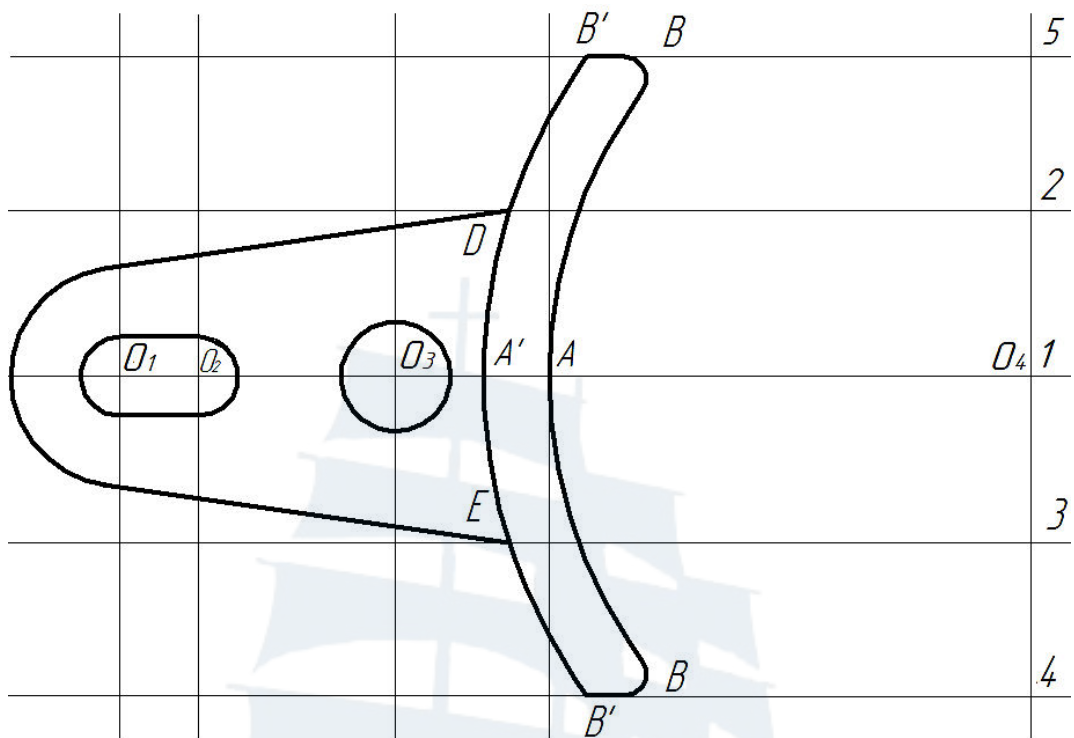

Рис. 127
14. Из точек **D** и **E** построить **касательные** к окружности радиуса **25 мм** с центром в точке **O₁** (рис. 127). В режиме черчения **Привязка**, при этом должна быть включена привязка **Касательная**.